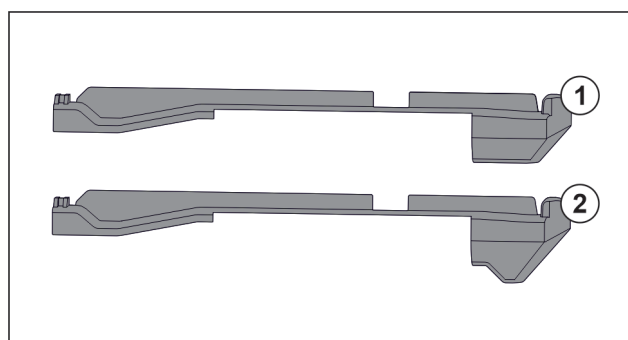

Fig. 18 Vergleich der Aufsteckteile
Im Gerät befinden sich zwei unterschiedliche Aufsteckteile. Das Aufsteckteil über dem untersten Schubfach Fig. 18 (2) hat eine dreieckige Kante. Alle anderen Aufsteckteile Fig. 18 (1) haben eine gerade Kante.
- Aufsteckteil Fig. 18 (2) mit der dreieckigen Kante über dem untersten Schubfach anbringen.
- Aufsteckteil Fig. 18 (1) mit der geraden Kante an allen anderen Stellen anbringen.